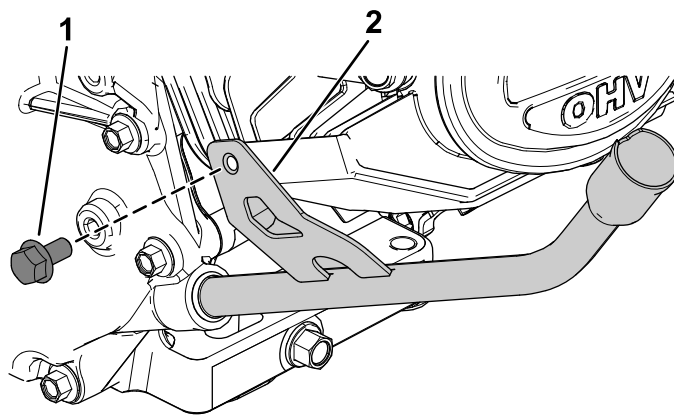

Figure 11
8. Tournez le tube pour le mettre parallèle à la surface de montage du moteur et fixez-le en position avec le boulon retiré précédemment (Figure 11).